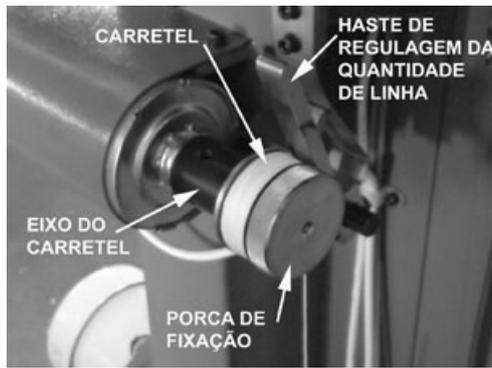

Figura 4
- ✓ Pressione a haste de regulagem da quantidade de linha (figura 4) contra o carretel para acionar o bobinamento;